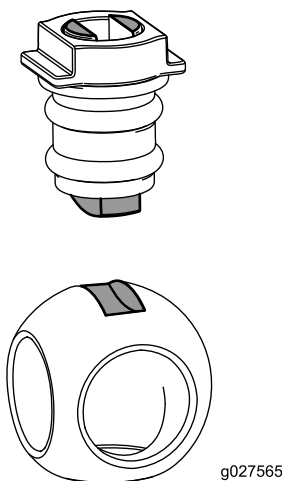

Figura 108
6. Inserite la sfera sul corpo della valvola (**Figura 108**).
Nota: Lo stelo della valvola deve inserirsi nella scanalatura di azionamento della sfera. Se lo stelo della valvola non si inserisce, regolate la posizione della sfera (**Figura 108**).